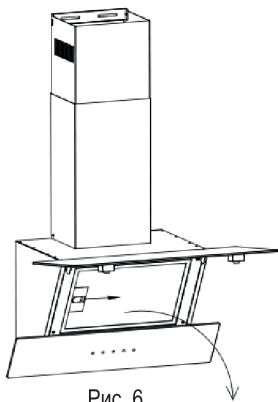

Рис. 6
2. Снять алюминиевый фильтр (Рис. 6).